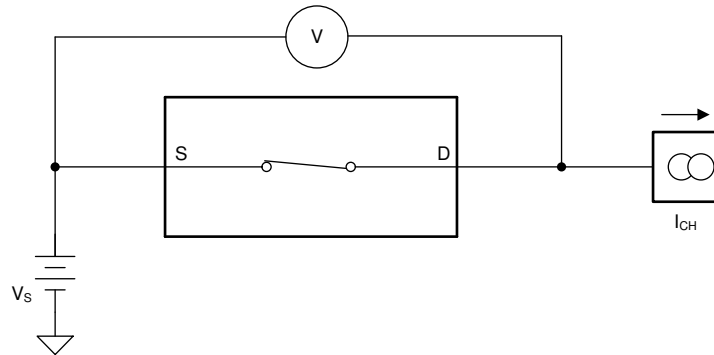

図 7-1. オン抵抗測定時の構成
TMUX6119 のオン抵抗は、デバイスのソースピン (SA または SB) とドレインピン (D) の間の抵抗値 (Ω) です。オン抵抗は、入力電圧と電源電圧によって変化します。オン抵抗は、記号 R_{ON} を使用して示されます。 R_{ON} の測定時に使用する構成を図 7-1 に示します。この設定を使用して電圧 (V) と電流 (I_{CH}) を測定し、 R_{ON} は、式 1 に示すとおり計算します：